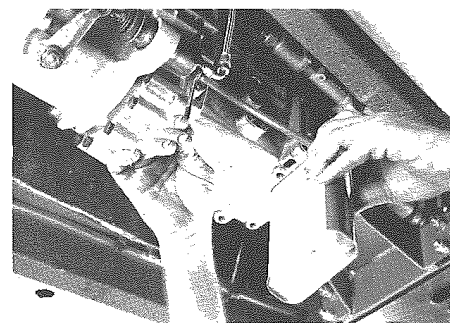

Fig. 7 - Fissaggio del tubo flessibile alla vite di spurgo
- Porre l'estremità del tubo entro un recipiente contenente liquido prescritto (**Fig. 7**).
- The other end of the pipe to be placed in a container containing the indicated fluid (**Fig. 7**).